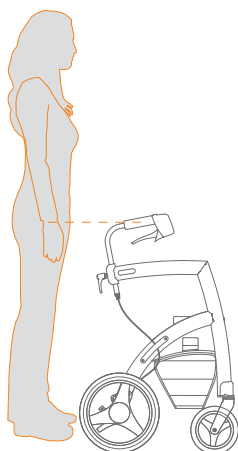

Figure 12: Déterminer la hauteur correcte.
Pour une utilisation optimale du Rollz Motion, un réglage adéquat est crucial (**Figure 12**). La hauteur est réglable à l'infini entre les positions min et max. C'est ainsi que le Rollz Motion peut être facilement adapté aux besoins de chacun.
- c. Afin de déterminer la hauteur idéale des poignées pour vous, il vous suffit de prendre place entre les poignées du Rollz Motion avec vos bras tendus vers le bas. Les poignées doivent être réglées à la hauteur de vos poignets (**Figure 12**).